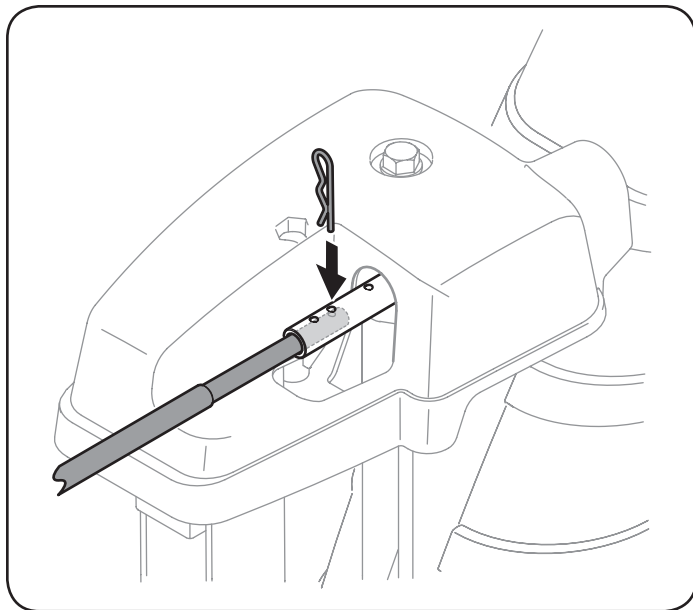

Figura 8
- Empuje la barra de control del canal hacia el panel de control hasta que el agujero en las líneas de varilla con el agujero del medio en la entrada de control del canal e inserte la chaveta. Ver la figura 8.